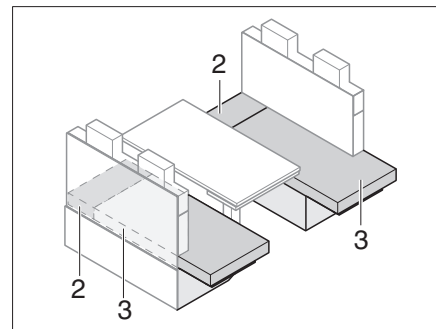

Bild 144 Nach dem Vergrößern
- Sitzpolster (Bild 144,3) auf die Sitzbankverlängerung ziehen.
- Zusatzpolster (Bild 144,2) zwischen die Sitzpolster (Bild 144,3) und die Außenwand legen.
- Zusatzpolster (Bild 144,2) entfernen.
- Sitzpolster (Bild 144,3) auf die Sitzbank ziehen.